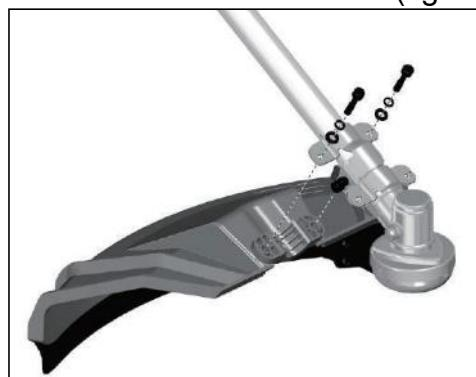
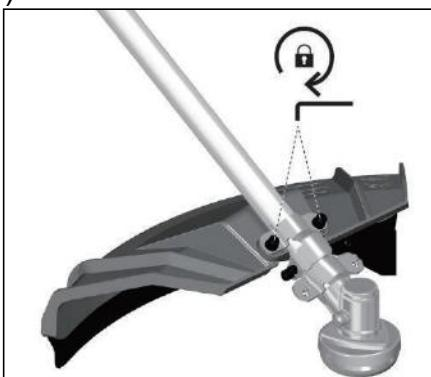

Fig.3-1
Fig.3-2
## MONTAGE DU PROTECTEUR DE L'ELEMENT DE COUPE ((Fig.3-1, Fig.3-2))
2. Placez le protecteur sur son support. (fig.3-1)
3. Insérez et serrez les vis. (fig.3-2)